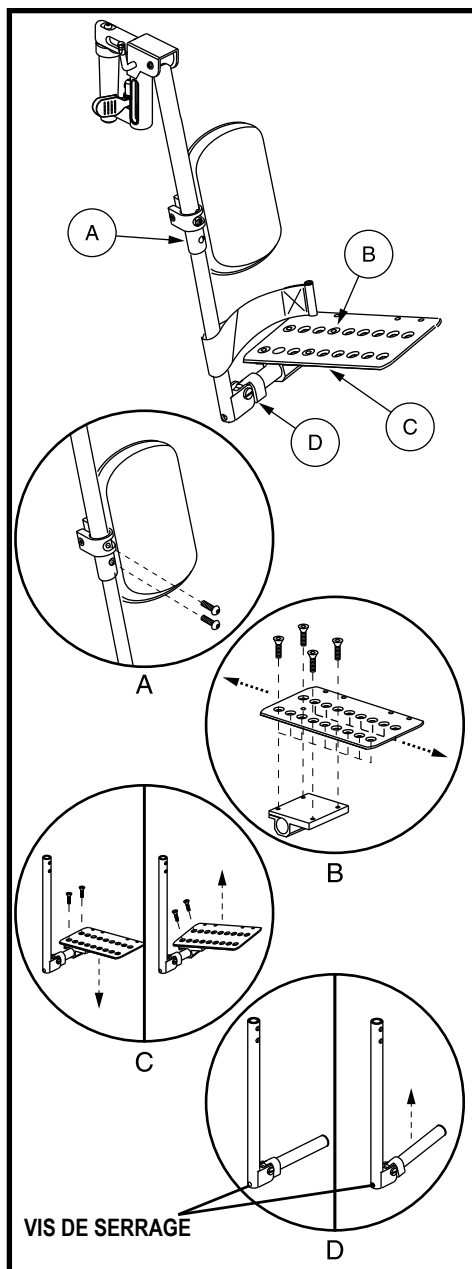

Figure 9. Palettes multiaxes pour «ELR»
La palette multiaxes peuvent être installées sur les standard appui-jambes élévateurs ou sur les appui-pieds escamotables. La palette multiaxes peut s'ajuster de 4 façons: (A) hauteur de l'appui-mollet, (B) position, (C) inclinaison et (D) angle. **Voir les figures 9 et 10.**